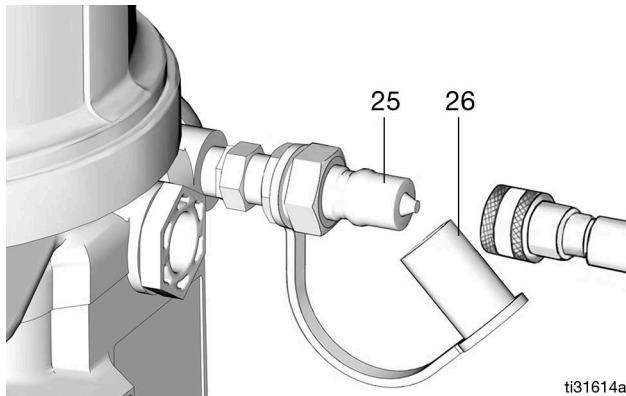

FIG. 26
- Toujours nettoyer le raccord d'entrée (25) (FIG. 26) avec un chiffon propre et sec avant de remplir le réservoir. La poussière et/ou des débris peuvent endommager la pompe et/ou le système de lubrification.
1. Retirer le capuchon anti-poussière (26) et raccorder le tuyau de remplissage au raccord d'entrée (25) (FIG. 26).